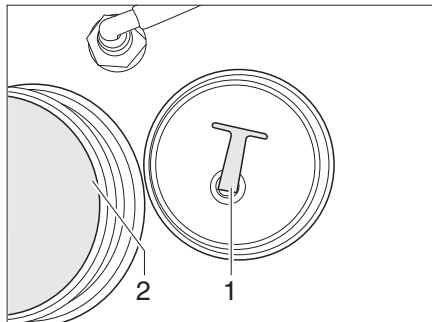

Fig. 350 Tapón de cierre
- Extraer o desenroscar el tapón de cierre (Fig. 350,1) del orificio de salida (Fig. 350,2). Se vacía el agua.